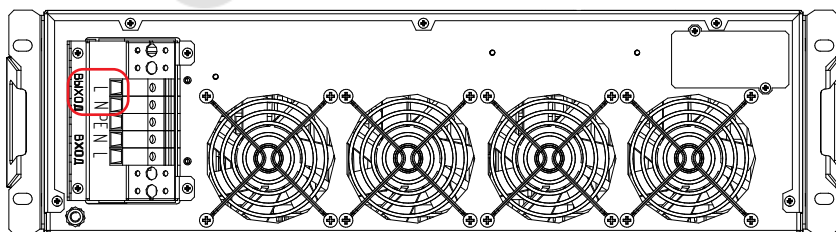

Рисунок 29. Стабилизаторы Штиль IS8000RT и IS10000RT. Выводы «Выход L-N»
- у моделей IS8000RT и IS10000RT к выводам «Выход L-N» (рисунок 29);